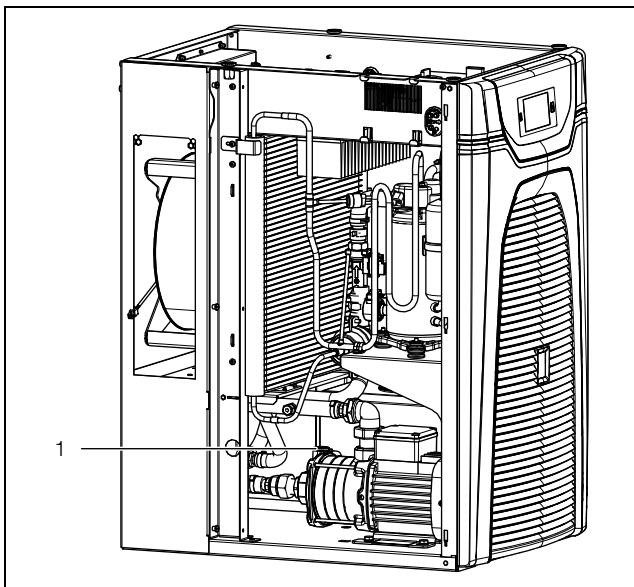

Imagen 21: Purgado de la bomba del medio refrigerante
- Purgue la bomba del medio refrigerante (en reposo) abriendo el tornillo de purga (imagen 21, pos. 1). La purga de la bomba concluye en el momento que rebosa medio refrigerante del tornillo de purga.